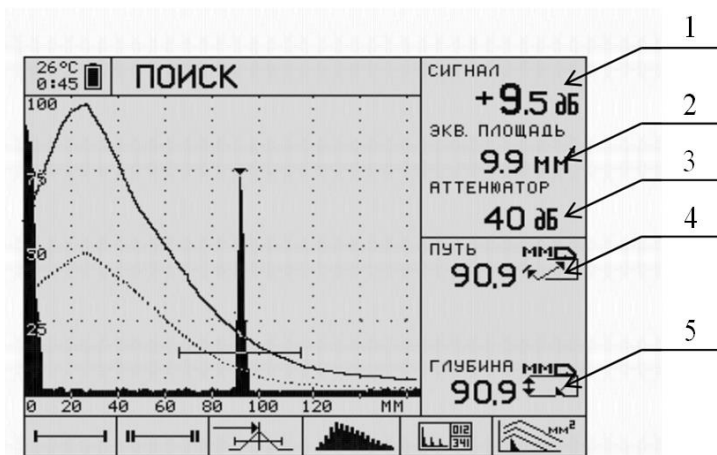

Рисунок 3.12 – Измерения в режиме АРД
3.6.10 При пересечении импульсом пунктирной линии в пределах строба будут индцироваться следующие параметры импульса (рис. 3.12 сверху вниз):